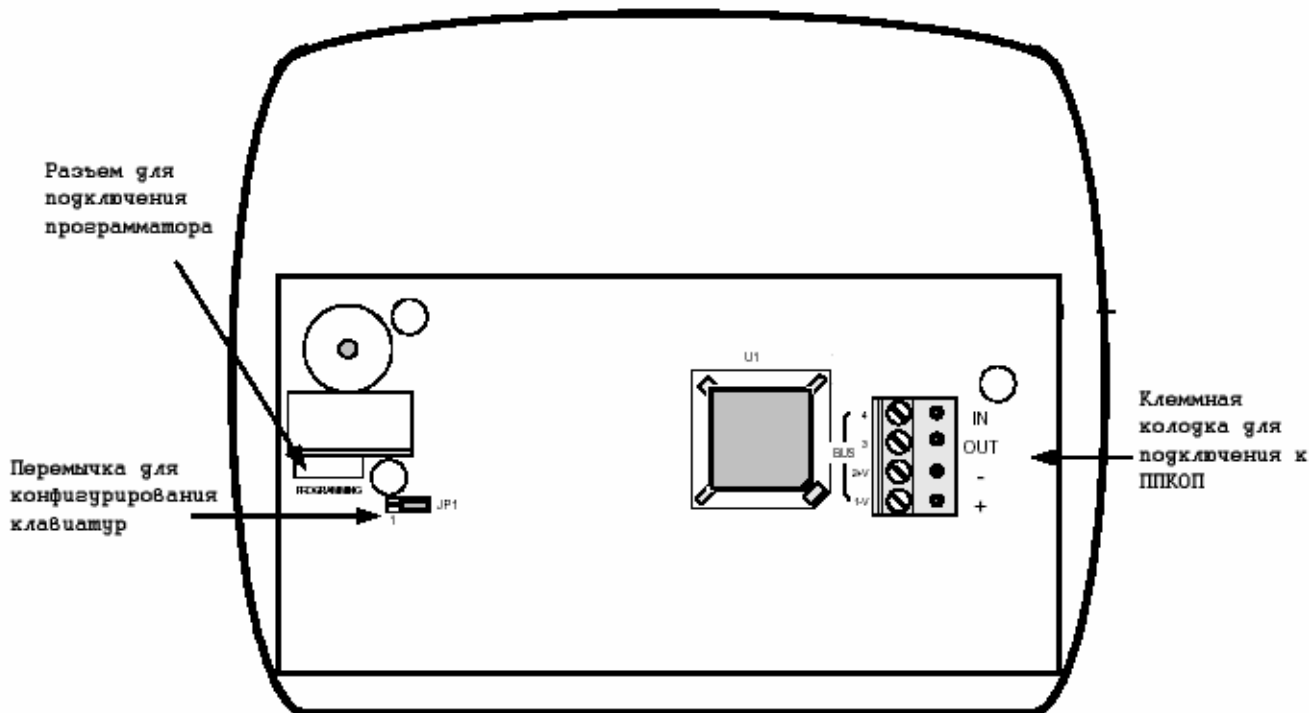

Рисунок 13 - Расположение элементов на плате клавиатуры
- 2.10.1.2 Закоротите контакты 1 и 2 перемычки JP1 (см. рисунок 13).